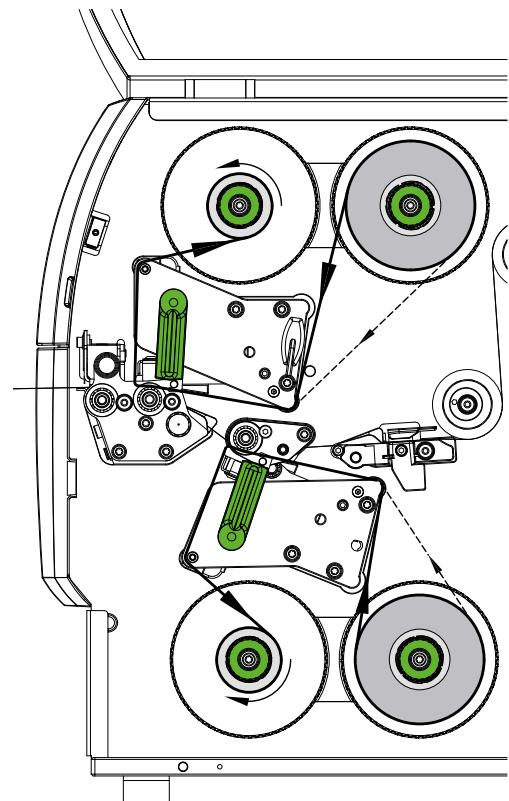

Bild 19 Transferfolienlauf
6. Geeigneten Kern (4) auf den Transferfolienaufwickler (5) schieben und in analoger Weise wie die Folienrolle positionieren und fixieren.
7. Transferfolie wie in Bild 19 durch die Druckmechanik führen. Die durchgehende Linie gilt für Folien mit innengewickelter, die gestrichelte Linie für Folien mit außengewickelter Beschichtungsseite.
8. Transferfolienanfang mit einem Klebestreifen mittig am Transferfolienkern (4) fixieren. Rotationsrichtung des Transferfolienaufwicklers entgegen dem Uhrzeigersinn beachten.
9. Transferfolienaufwickler (5) entgegen dem Uhrzeigersinn drehen, um den Transferfolienlauf zu glätten.
10. Hebel (6) in Uhrzeigerrichtung drehen, um den Druckkopf zu verriegeln.
11. Klappe (8) öffnen und Transferfolie in analoger Weise in untere Druckeinheit (7) einlegen. Die Richtungsangaben gelten hier mit Ausnahme der Drehrichtung der Drehknöpfe entgegengesetzt zur oberen Druckeinheit.